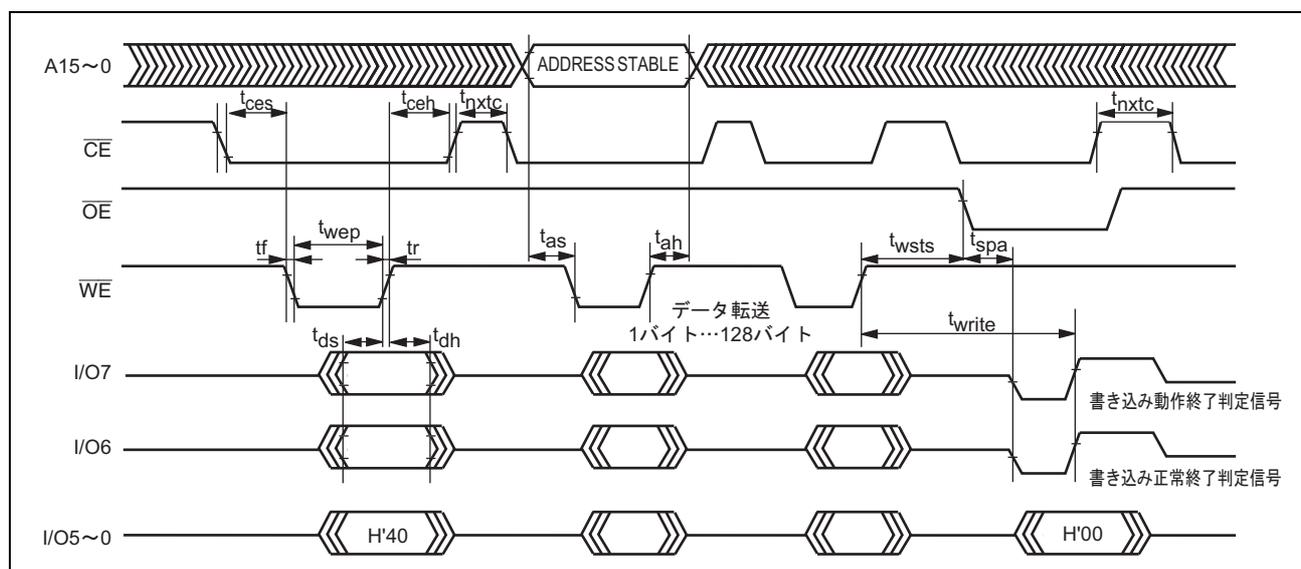

図 6.12 自動書き込みのタイミング波形
5. メモリアドレスの転送は第2サイクルで行います (図6.12)。第3サイクル以降は転送しないでください。